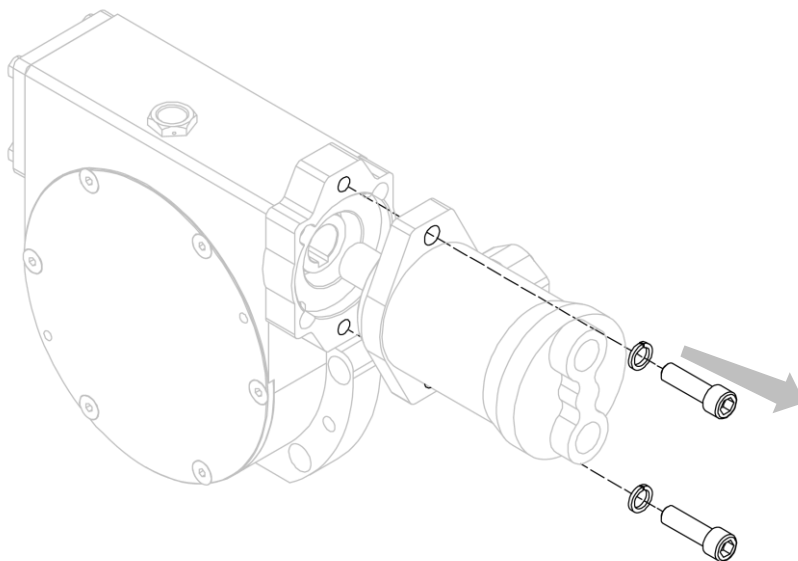

Figura 34
4. Separar el motor del reductor, después de haber quitado los correspondientes tornillos que lo constriñen (mira *Figura 34*).